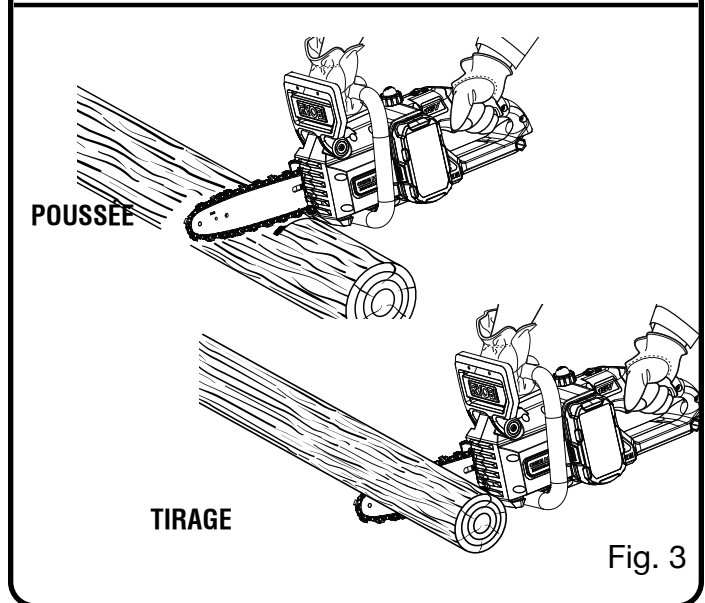

Fig. 3
- Pousée et traction – La force de réaction s'exerce toujours dans le sens opposé à la rotation de la chaîne, au point de contact avec le bois. Par conséquent, l'opérateur doit être prêt à contrôler la TIRAGE lorsque la coupe est effectuée avec le bas du guide et la POUSSÉE lorsque la coupe est effectuée avec le haut du guide. Voir la figure 3.